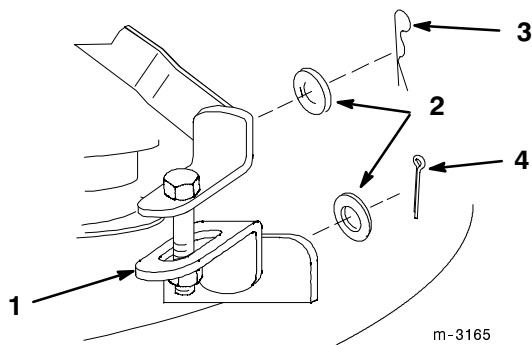

Figure 7
- Montez la biellette réglable entre le support avant et le bras de relevage à l'aide de (2) rondelles de 3/8", d'une goupille fendue élastique de 2-9/16" et d'une goupille fendue de 1" (Fig. 7).